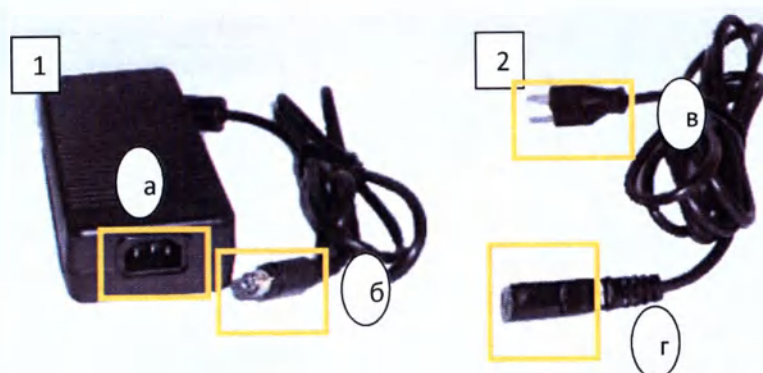

Рисунок 22. Блок (1) и шнур (2) питания
3. Подключите к разъему подключения блока питания (8, рис.6) Блок питания (1, рис.21), к которому подсоединен Шнур питания (2, рис.22) с помощью разъема (1,а,рис.22).
13. Подключите Аппарат к питающей сети с помощью Блока и Шнура питания (рис. 22)
9. Отсоедините педаль включения излучения (рис.11), процедурный модуль (рис.8), Блок питания вместе со шнуром питания (рис.22).